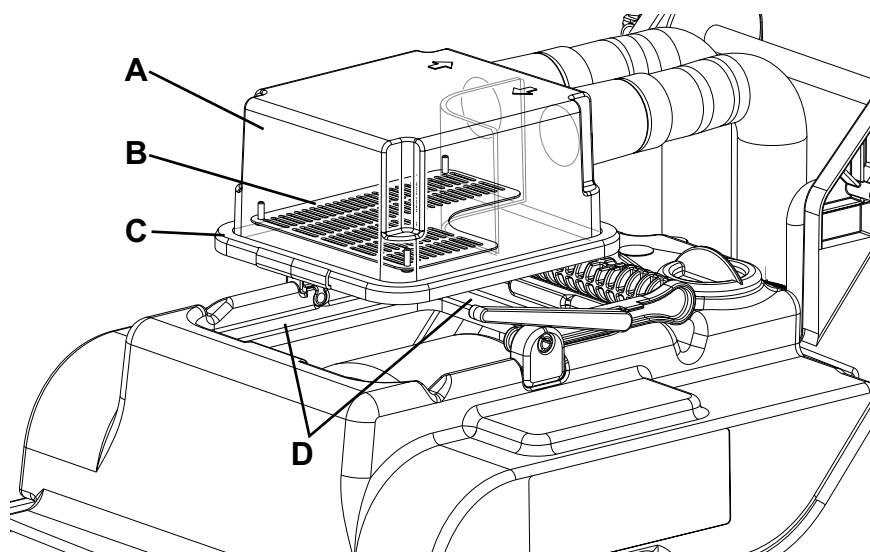

Рис. 3
2. Убедитесь, что сетевой шнур (10) отсоединен от сети электропитания.
4. Откройте прозрачную крышку (А, Рис. 3) и аккуратно очистьте ее. Осторожно очистьте вакуумную решетку (В).
5. Опорожните и очистьте восстановительный бачок (16), как показано в разделе “Использование”.